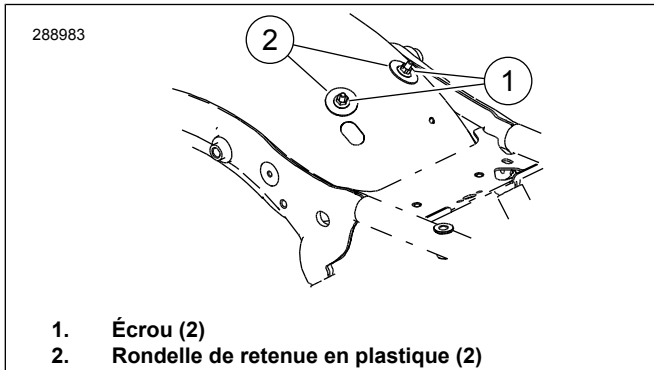

Figure 2. Rondelle de retenue en plastique
1. Voir la Figure 2. Retirez les écrous (1).
- a. Laissez les rondelles de retenue en plastique (2) installées.